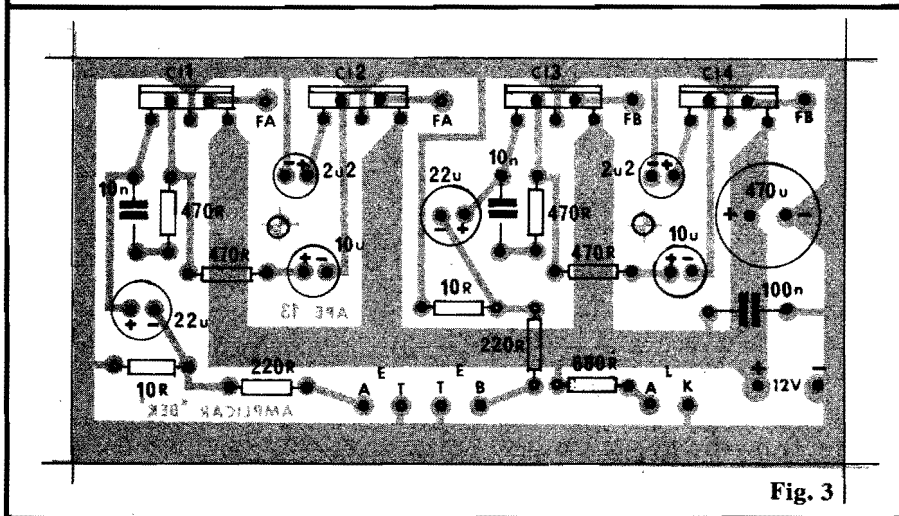

Fig. 3
– FIG. 3 – Chapeado da montagem (placa com os componentes, vista pelo lado não cobreado). ATENÇÃO às posições dos 4 Integrados (CI1 a CI4), sempre com suas lapelas metálicas voltadas para o lado externo da placa. Observar também as polaridades dos vários capacitores eletrolíticos, bem como os valores dos demais componentes. Notar as codificações das ilhas periféricas (para as conexões externas à placa). Apenas cortar as sobras de terminais (pelo lado cobreado) após conferir todas as posições, ligações e qualidade dos pontos de solda.